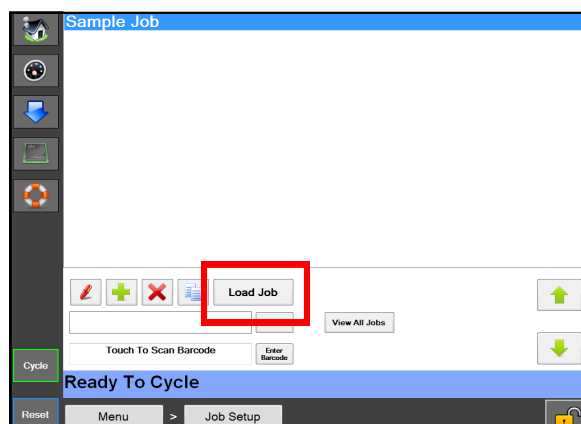

Figure 5-3C. Bouton Charger tâche.
5. Appuyez sur le bouton Charger tâche. Ceci enverra la tâche en surbrillance vers l'API et l'étiquette, le cas échéant, vers l'imprimante. **Figure 5-3C.**